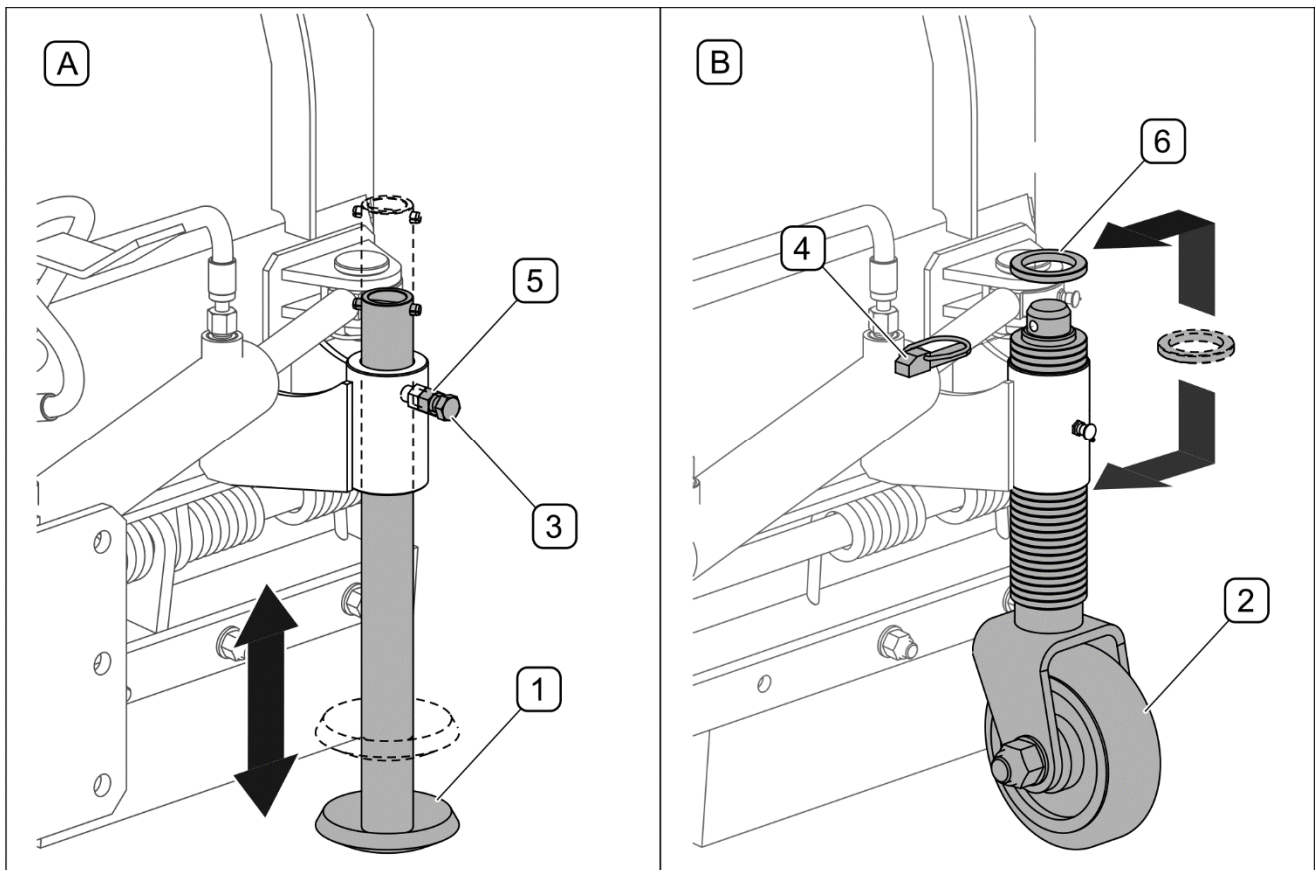

ABBILDUNG 4.9 Einstellung der Arbeitshöhe
(1) - Gleitfüße; (2) - Laufrad; (3) - Druckschraube; (4) - Sicherungssplint; (5) - Kontermutter;
Als Option kann der Pflug mit den Laufrädern (B) ausgestattet werden (ABBILDUNG 4.9). Die Einstellung der Höhe der Laufräder (B) erfolgt mittels Distanzscheiben je 6 mm. Um die Räder (1) anzuheben, nehmen Sie den Sicherungssplint (2) heraus und legen Sie die Distanzscheiben oberhalb der Radstütze um. Die Höhe des rechten und linken Rades soll gleich sein. Der empfohlene Abstand zwischen der Räumleiste und dem Boden beträgt $6 \div 12$ mm.